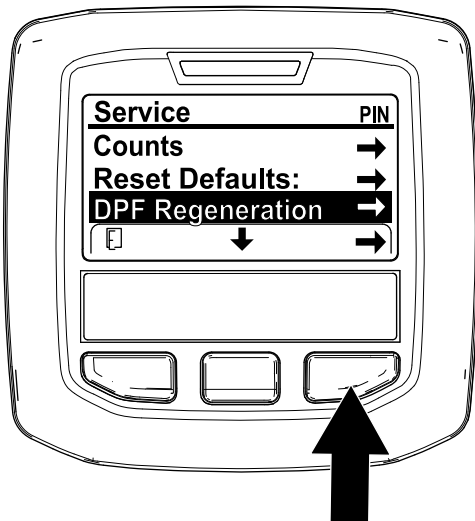

Figura 36
1. Accedete al menu Service e premete il pulsante centrale per scorrere il menu verso il basso fino all'opzione DPF REGENERATION (Figura 36).
2. Premete il pulsante destro per selezionare la voce DPF Regeneration (Figura 36).